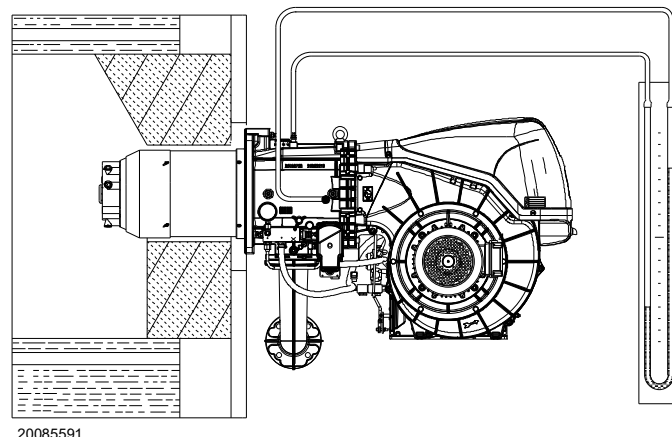

Fig. 30
- Montare un manometro a U o un manometro di tipo differenziale (Fig. 30), con presa (+) sulla pressione del gas del manicotto e (-) in camera di combustione. Serve a ricavare approssimativamente la potenza MAX del bruciatore mediante la Tab. L.
L'arrivo del gas al manicotto è evidenziato dal manometro ad U (Fig. 30).
A titolo orientativo può essere ricavata dalla Tab. L a pag. 25, basta leggere la pressione del gas sul manometro a U, vedi Fig. 30 a pag. 31, e seguire le indicazioni.